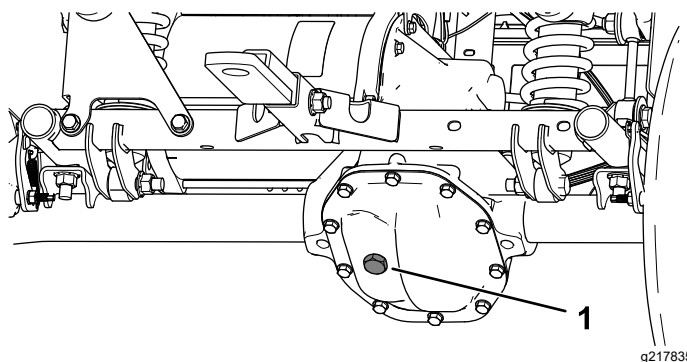

Figura 51
4. Retire el tapón de llenado del transeje (**Figura 51**).
5. Si el nivel de fluido es bajo, retire el tapón de llenado y añada el fluido especificado hasta que salga del orificio (**Figura 51**).
4. Retire el tapón de llenado del transeje, y llene el transeje con el fluido especificado hasta que salga del orificio de llenado (Figura 51).